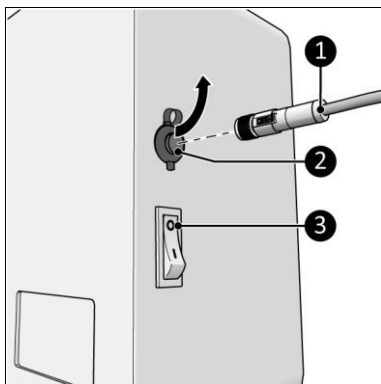

Figura 12
1. Asigurați-vă că întrerupătorul ON/OFF (PORNIT/OPRIT) se află în poziția OFF (OPRIT) (Figura 12, poz. 3).
2. Cuplați conectorul senzorului de temperatură (Figura 12, poz. 1) la mufa senzorului (Figura 12, poz. 1).
2. Setări întrerupătorul ON/OFF (PORNIT/OPRIT) în poziția OFF (OPRIT) (Figura 12, poz. 3).